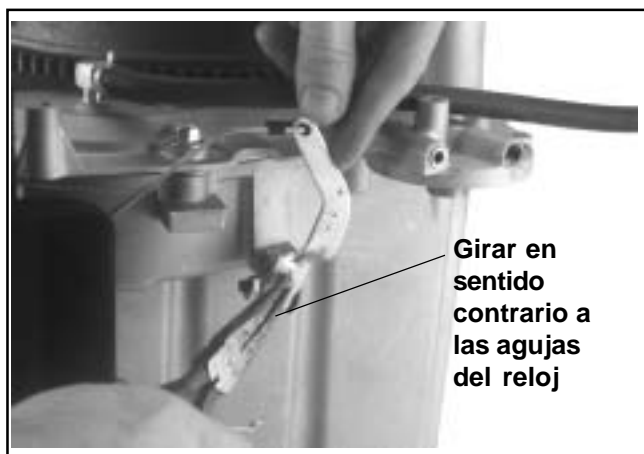

Figura 10-64. Ajuste del regulador y del mecanismo articulado.
2. Mueva la palanca del regulador hacia el carburador hasta el límite de su recorrido (acelerador completamente abierto) y sujétela en esta posición. No ejerza demasiada presión ni flexione o deforme el brazo articulado. Agarre el eje cruzado con unos alicates y gire el eje en sentido contrario a las agujas del reloj todo lo que pueda. Ver Figura 10-64. Aplique a las tuercas hexagonales un par de apriete de **7,0-8,5 Nm (60-75 in lb)**.